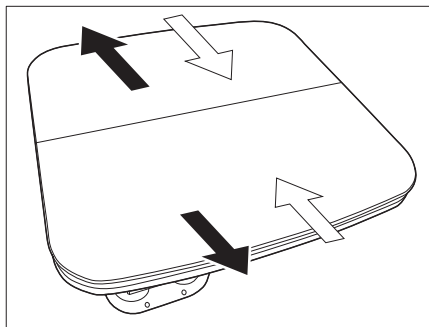

Fig. 108 Separar las piezas exteriores
- Separar las piezas exteriores de la mesa (Fig. 108 - flechas negras).
- Unir las piezas exteriores de la mesa (Fig. 108 - flechas blancas).